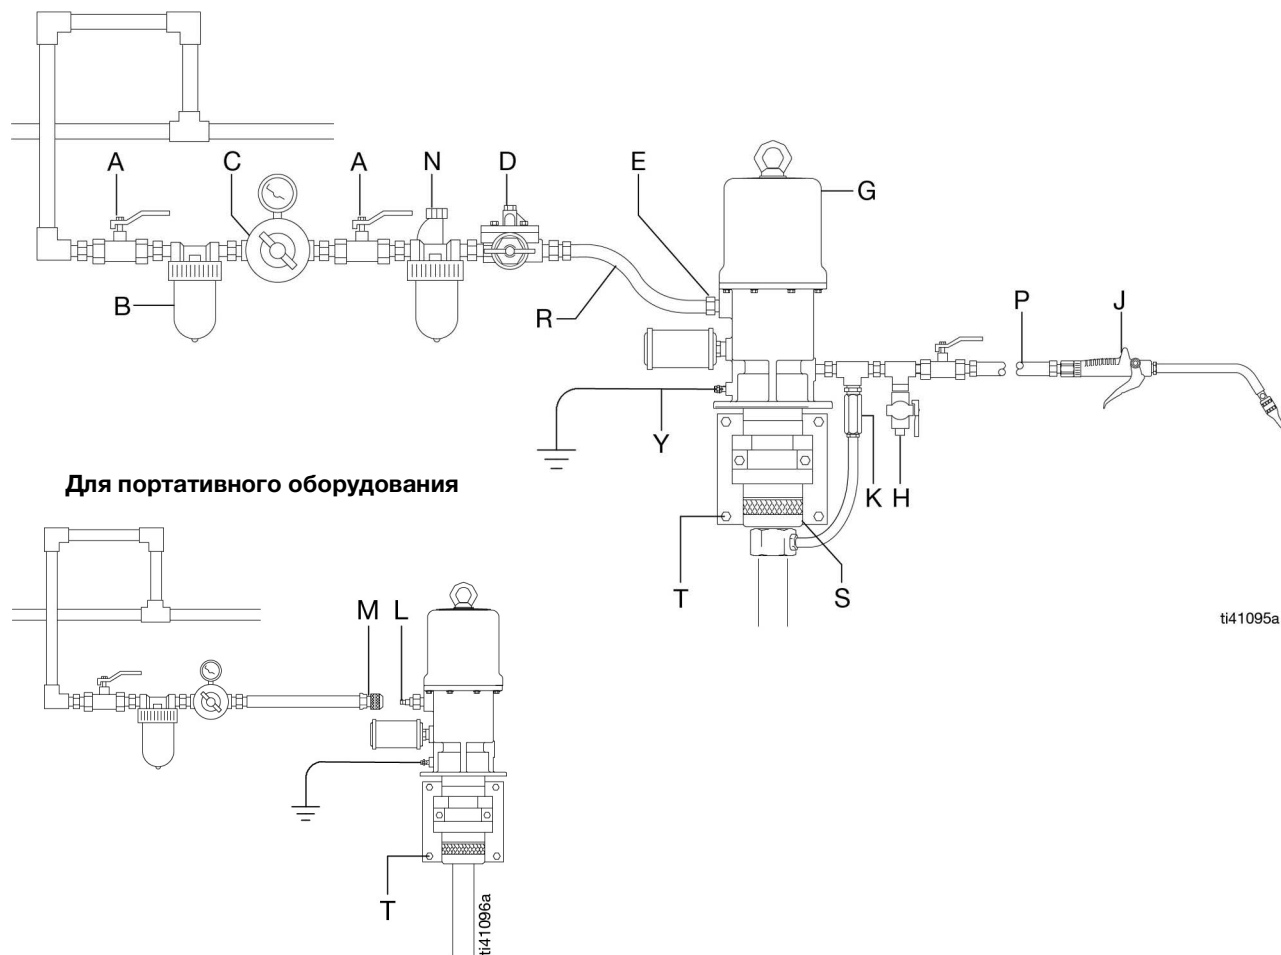

Рис. 1 Типовой монтаж
Типовая схема установки, показанная на Рис. 1, представлена в качестве примера для выбора и установки насоса. Она не является реальной конструкцией системы. За помощью в разработке системы, отвечающей вашим требованиям, обращайтесь к представителю или дистрибьютору компании Graco.
Установите вспомогательные принадлежности как показано на Рис. 1.
- Установите лубрикатор линии подачи воздуха (N) для автоматического смазывания пневмомотора.
- Установите главный воздушный стравливающий клапан (A), чтобы выпустить воздух, скапливающийся между клапаном и мотором после закрытия клапана. Чтобы заказать главный воздушный стравливающий клапан (1/2 дюйма (резьба NPT), максимальное рабочее давление 2,1 МПа (21 бар, 300 фунт./кв. дюйм}), указывайте в заказе арт. № 107142.
В качестве альтернативы главному воздушному стравливающему клапану можно установить быстроразъемную соединительную муфту (M) линии подачи воздуха с внутренней резьбой и быстроразъемный фитинг с наружной резьбой (L) (см. Рис. 1) для выполнения функции устройства стравливания воздуха.
- Установите регулятор подачи воздуха (C) для управления скоростью и давлением насоса.
- Установите фильтр (B) линии подачи воздуха, который удаляет вредные загрязняющие вещества из подаваемого сжатого воздуха.
- Установите еще один главный пневмораспределитель воздуховыпускного типа (A) для изоляции принадлежностей при проведении технического обслуживания.
- Установите дренажный клапан (H) рядом с выпускным отверстием насоса, чтобы сбросить давление материала в шлангах и краскораспылителе при открытии. Для заказа клапана слива материала указывайте в заказе артикул 210658.
- Установите подходящий шланг для материала (P) и раздаточный пистолет (J).
- Установите комплект предохранительного термоклапана (K) для стравливания из линии подачи материала избыточного давления, накапливающегося вследствие теплового расширения. Чтобы заказать комплект предохранительного термоклапана для минимального давления разгрузки 4,1 МПа (41 бар, 600 фунтов на кв. дюйм) и максимального давления разгрузки 4,4 МПа (44 бар, 630 фунтов на кв. дюйм), указывайте в заказе арт. № 237601.